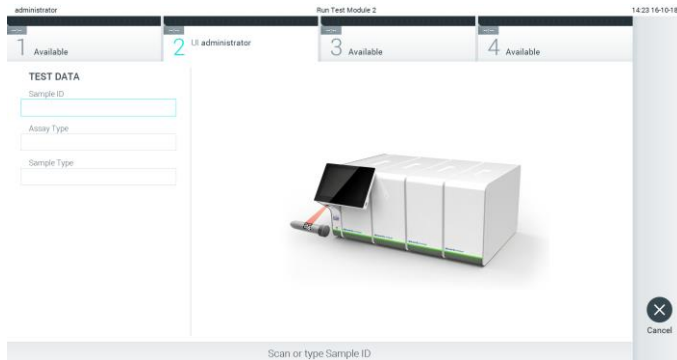

Figura 69. Scanarea codului de bare cu ID-ul probei.
2. Atunci când vi se solicită acest lucru, scanați codul de bare pentru ID-ul probei, folosind cititorul de coduri de bare integrat în modulul operațional (Figura 69, pagina următoare).